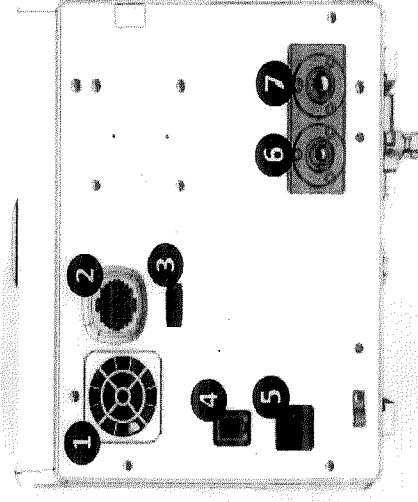

Figura 3 . Panel trasero
4. Encender el equipo accionando el interruptor en la posición ON en el panel trasero del equipo. (ver figura 3)